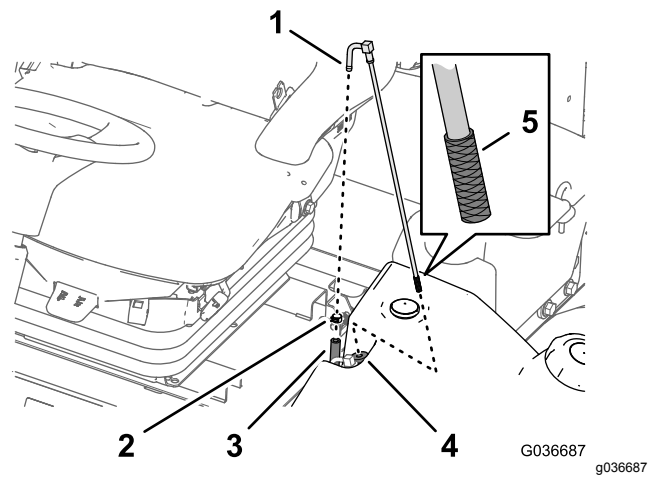

Figura 46
2. Separe a tubagem da união (Figura 46).
3. Levante o tubo de recolha de combustível do depósito do combustível (Figura 46).
4. Limpe quaisquer detritos no filtro na extremidade do tubo de recolha de combustível (Figura 46).
5. Insira o tubo de recolha de combustível através do casquilho de borracha e no depósito (Figura 46).
1. Retire a abraçadeira de tubos que prende o tubo de alimentação do combustível à união do tubo de recolha de combustível (Figura 46).